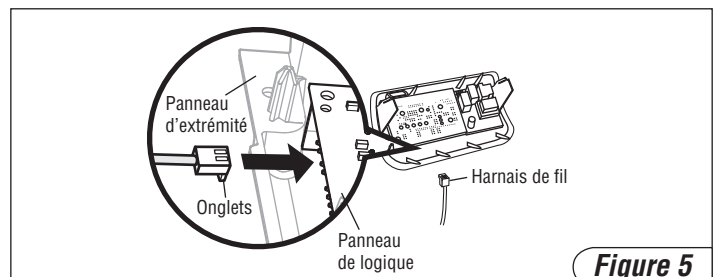

Figure 5
8. Pour remonter, suivre les étapes 3 à 7 dans l'ordre inverse. En rebranchant le harnais de fil, soyez sûr que les onglets sur le harnais de fil font face au panneau d'extrémité, pas le panneau de logique (Figure 5).